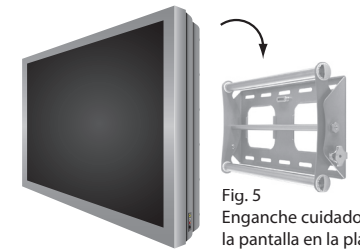

Fig. 5
1. Con la ayuda de otra persona, levante cuidadosamente la pantalla y colóquela en la placa de pared (Fig. 5). ¡No suelte la pantalla hasta que los brazos de montaje hayan enganchado completamente en los travesaños!